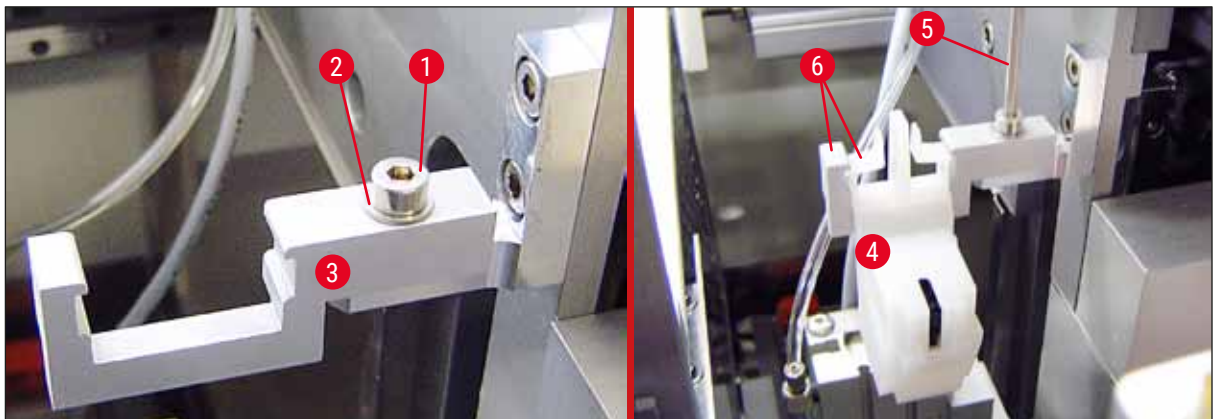

Fig. 22
4. Introducir el elemento de limpieza de la aguja dispensadora completamente montado (→ Fig. 22-4) en el soporte, tal y como se muestra en (→ Fig. 22). Presionarlo hacia abajo para asegurarse de que los dos clips de montaje laterales (→ Fig. 22-6) queden enganchados en las ranuras del soporte con un clic.